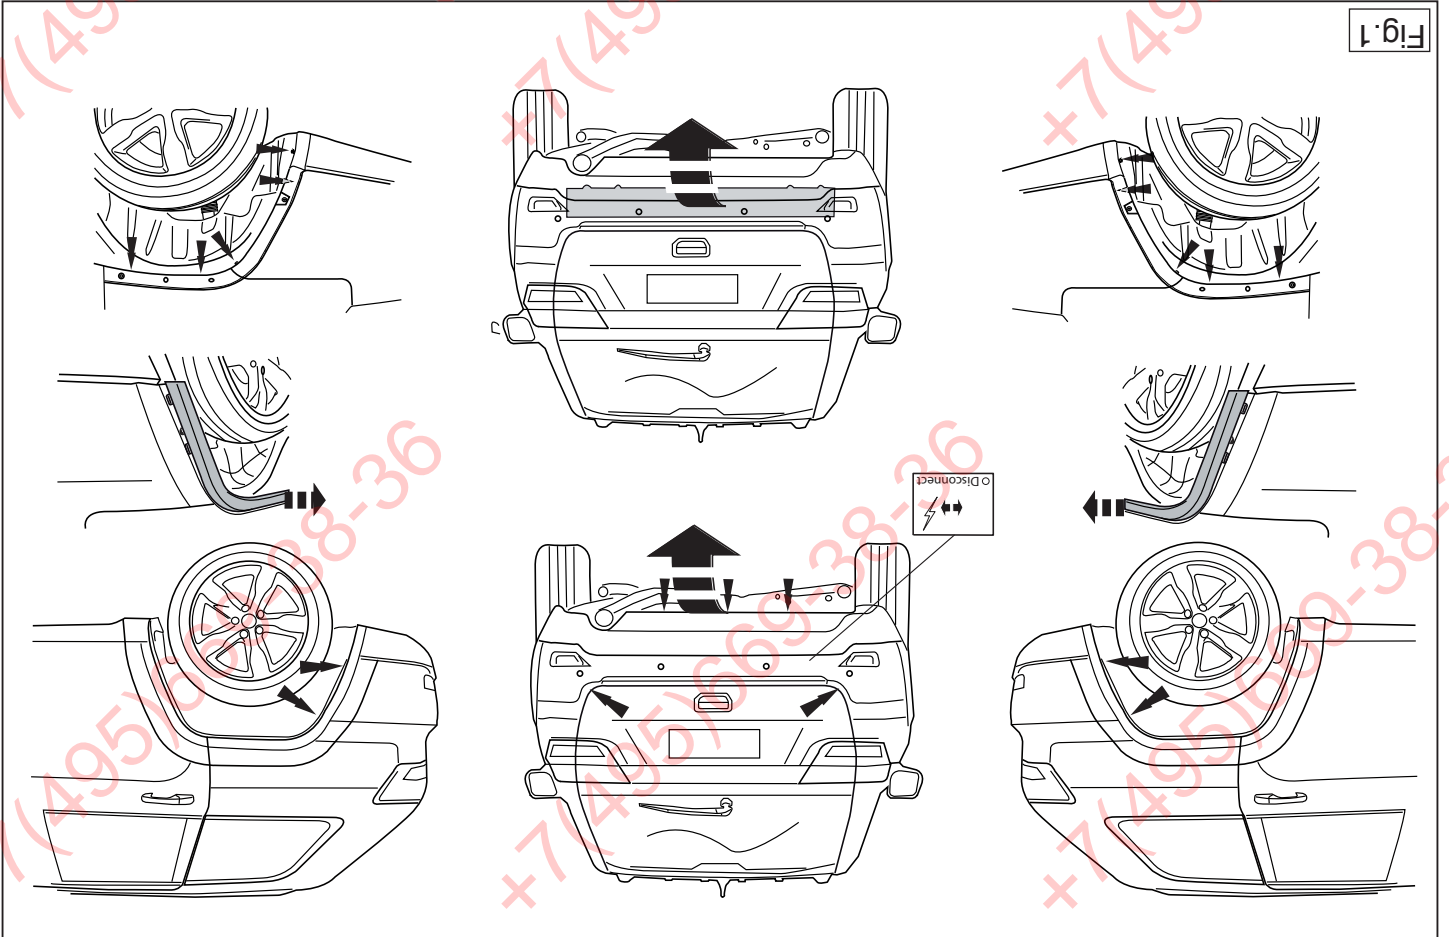

Fig. 1
1. Remove the bumper and the steel buffer beam from the vehicle. The buffer beam will no longer be needed. (see fig. 1).
1. Demonteer de bumper inclusief de stalen stootbalk van het voertuig, de stootbalk wordt niet meer gebruikt. (zie fig. 1)
1. Die Stoßstange einschließlich des stählernen Stoßbalkens vom Fahrzeug abmontieren. Der Stoßbalken wird nicht mehr benötigt. (siehe Fig. 1).
1. Déposer le pare-chocs du véhicule y compris la traverse en acier ; la traverse ne sera plus utilisée. (voir la fig. 1).
1. Demontera stöttångaren inklusive stöttranden av stål från fordonet, stöttranden förtäll. (se fig. 1).
1. Demonter kofangeren, inklusive køretøjets stålstødbjælke. Denne bliver overflødig. (jævnfør fig. 1).
1. Desmontar el parachoques inclusive el tope de acero del vehículo, el tope no se vuelve a utilizar. (véase la fig. 1).